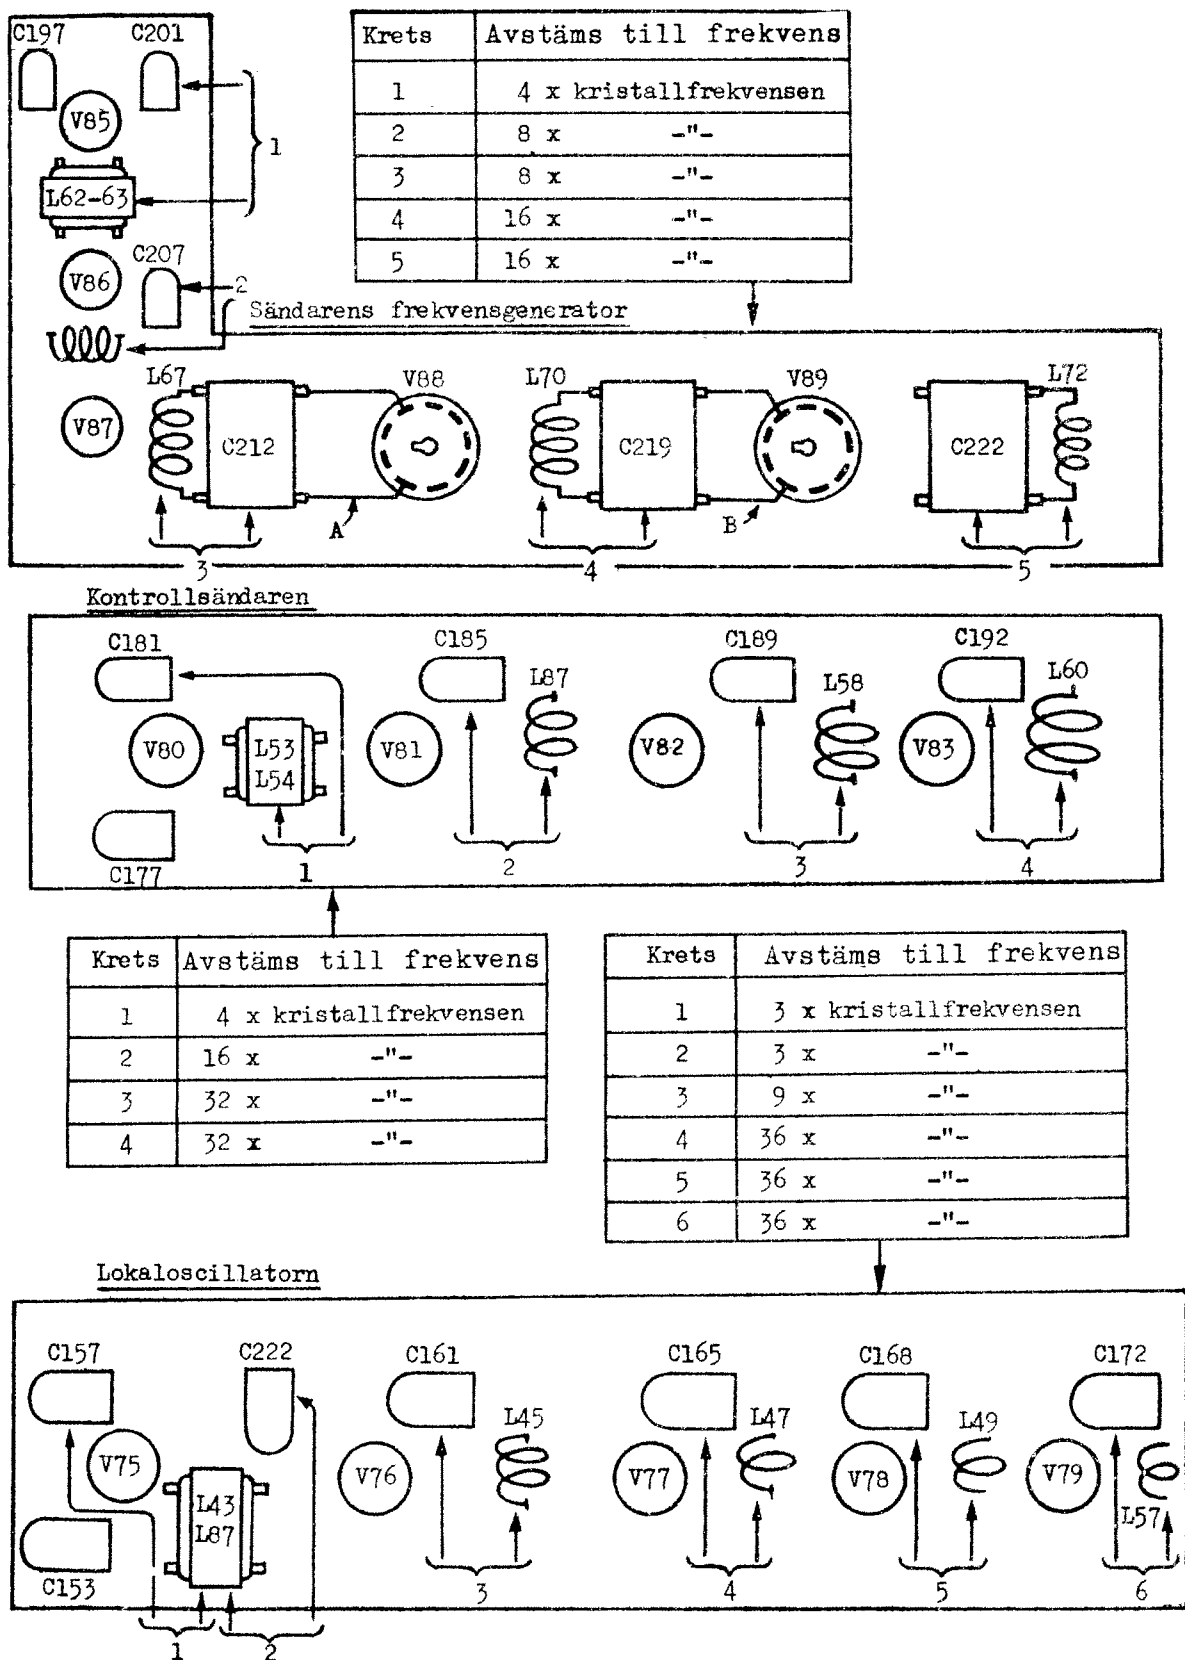

Bild 5.
19. Ställ in kontrollsändarens och lokaloscillatorns avstämda kretsar med hjälp av Grid-Dipmeter till sina frekvenser enligt bild 5.
20. Utför pos 12-18.
27. Trimma alla avstämda kretsar i sändarens frekvensgenerator till sina frekvenser med hjälp av Grid-Dipmeter enligt bild 5.
28. Anslut provsladden till punkt B, bild 5 och trimma C212 och C219 tills HF uppträder enligt bild 9. Trimma C201 och C207.